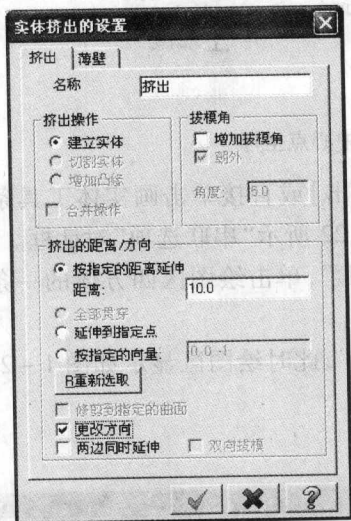
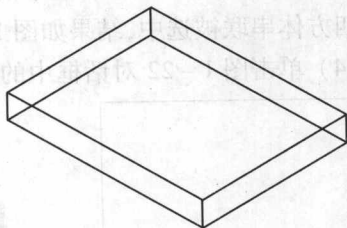

图 1-25 “实体挤出的设置”对话框
图 1-26 实体的线架图
示,同时弹出图 1-25 所示“实体挤出的设置”对话框。
(5) 在图 1-25 所示对话框中选中【按指定的距离延伸】,在【距离】中设定挤出距离为“10”,同时由于当前的挤出方向向下,因此,选中对话框中【更改方向】,其余设定不变,单击按钮“”,此时绘图区显示如图 1-26 所示实体的线架图。